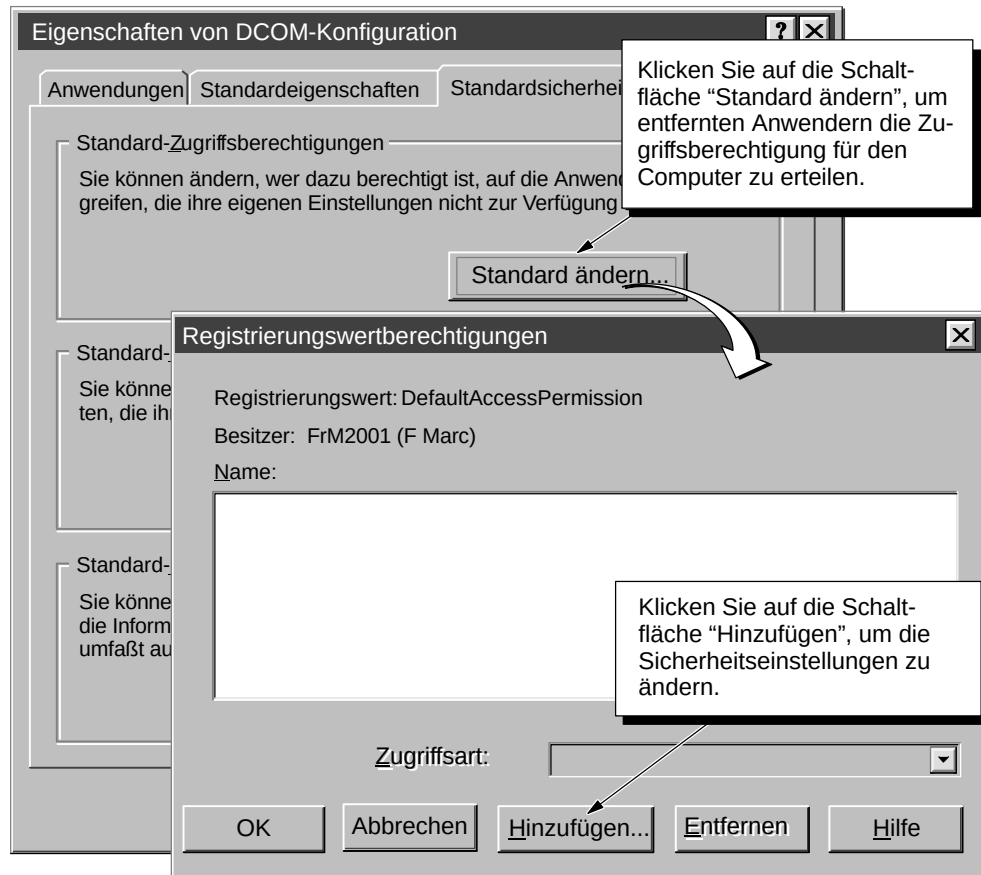

Bild E-15 Einrichten der Standardzugriffsberechtigungen für DCOM
1. Öffnen Sie das Register "Standardsicherheit", um die Optionen für den Zugriffsschutz in DCOM anzuzeigen (siehe Bild E-15).
8. Wählen Sie im Dialogfeld "Registrierungswertberechtigungen" die Schaltfläche "OK", um die Änderungen an den Standardzugriffsberechtigungen einzugeben. Das Dialogfeld "Registrierungswertberechtigungen" wird geschlossen und zeigt wieder das Dialogfeld "Eigenschaften von DCOM-Konfiguration" an (Bild E-15).